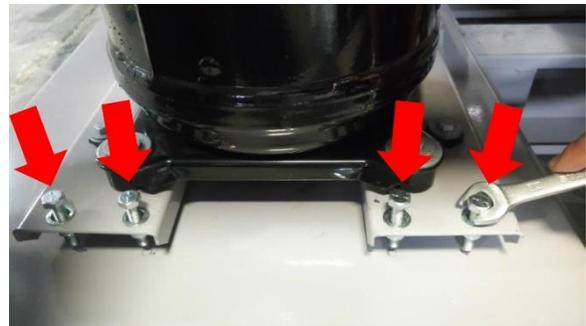

Figura 6.
- Usando una llave boca-fija de ½", aflojar o retirar los 8 o 4 tornillos (según el modelo) que se encuentran en los extremos de los soportes del tándem (ver figura 6), usados solamente para el transporte, asegurando que el conjunto de compresores queden flotando libremente sobre los cauchos de suspensión.